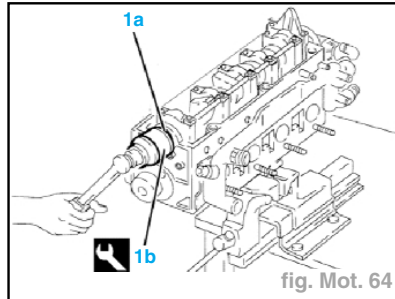

fig. Mot. 64
- Monter un nouveau joint pare-huile AV (1a) sur l'arbre à cames à l'aide de l'outil (1b) **1.860.824.000** (fig. Mot. 64).